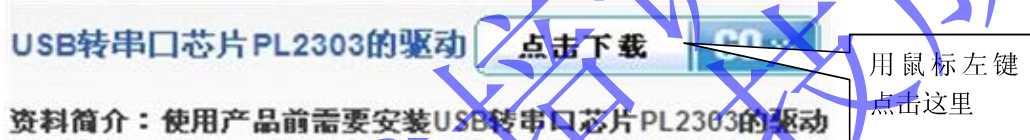

图 3-28 USB 转串口驱动下载
*请登录 www.plc77.com/xzxx.asp 找到图 3-28 点击下载。